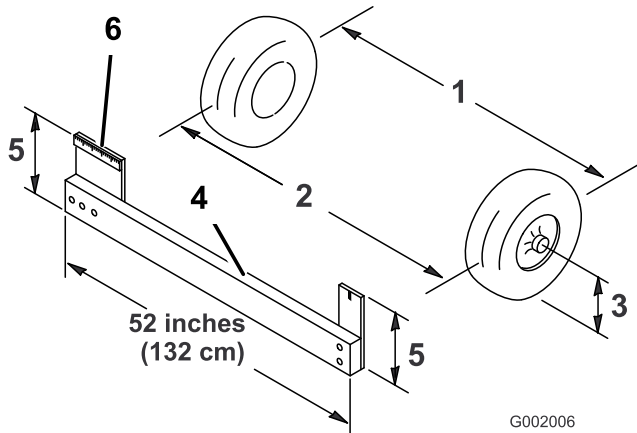

Figura 59
4. Mida la distancia entre los neumáticos delanteros a la altura del eje, en la parte delantera y trasera de las ruedas (Figura 59). Es necesario utilizar una plantilla para medir la distancia entre la parte trasera de las ruedas delanteras a la altura del eje. Utilice la misma plantilla para medir con precisión la parte delantera de las ruedas delanteras a la altura del eje (Figura 59).